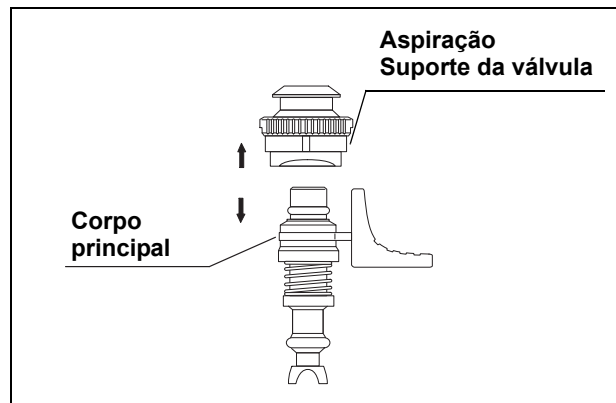

Figura 3.11
2. Desmonte a válvula de aspiração (consultar Figura 3.11).